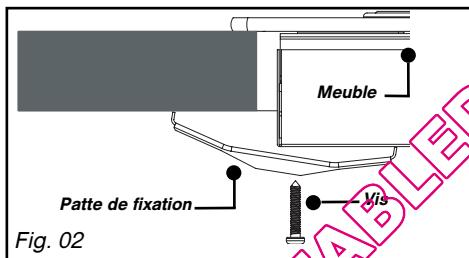

Fig. 02
– Vous pouvez immobiliser, si vous le désirez, la table au moyen de pattes de fixation livrées avec leur vis (Fig. 02) se fixant aux coins du carter. Utilisez impérativement les trous prévus à cet effet suivant le dessin ci-dessus (Fig. 01).